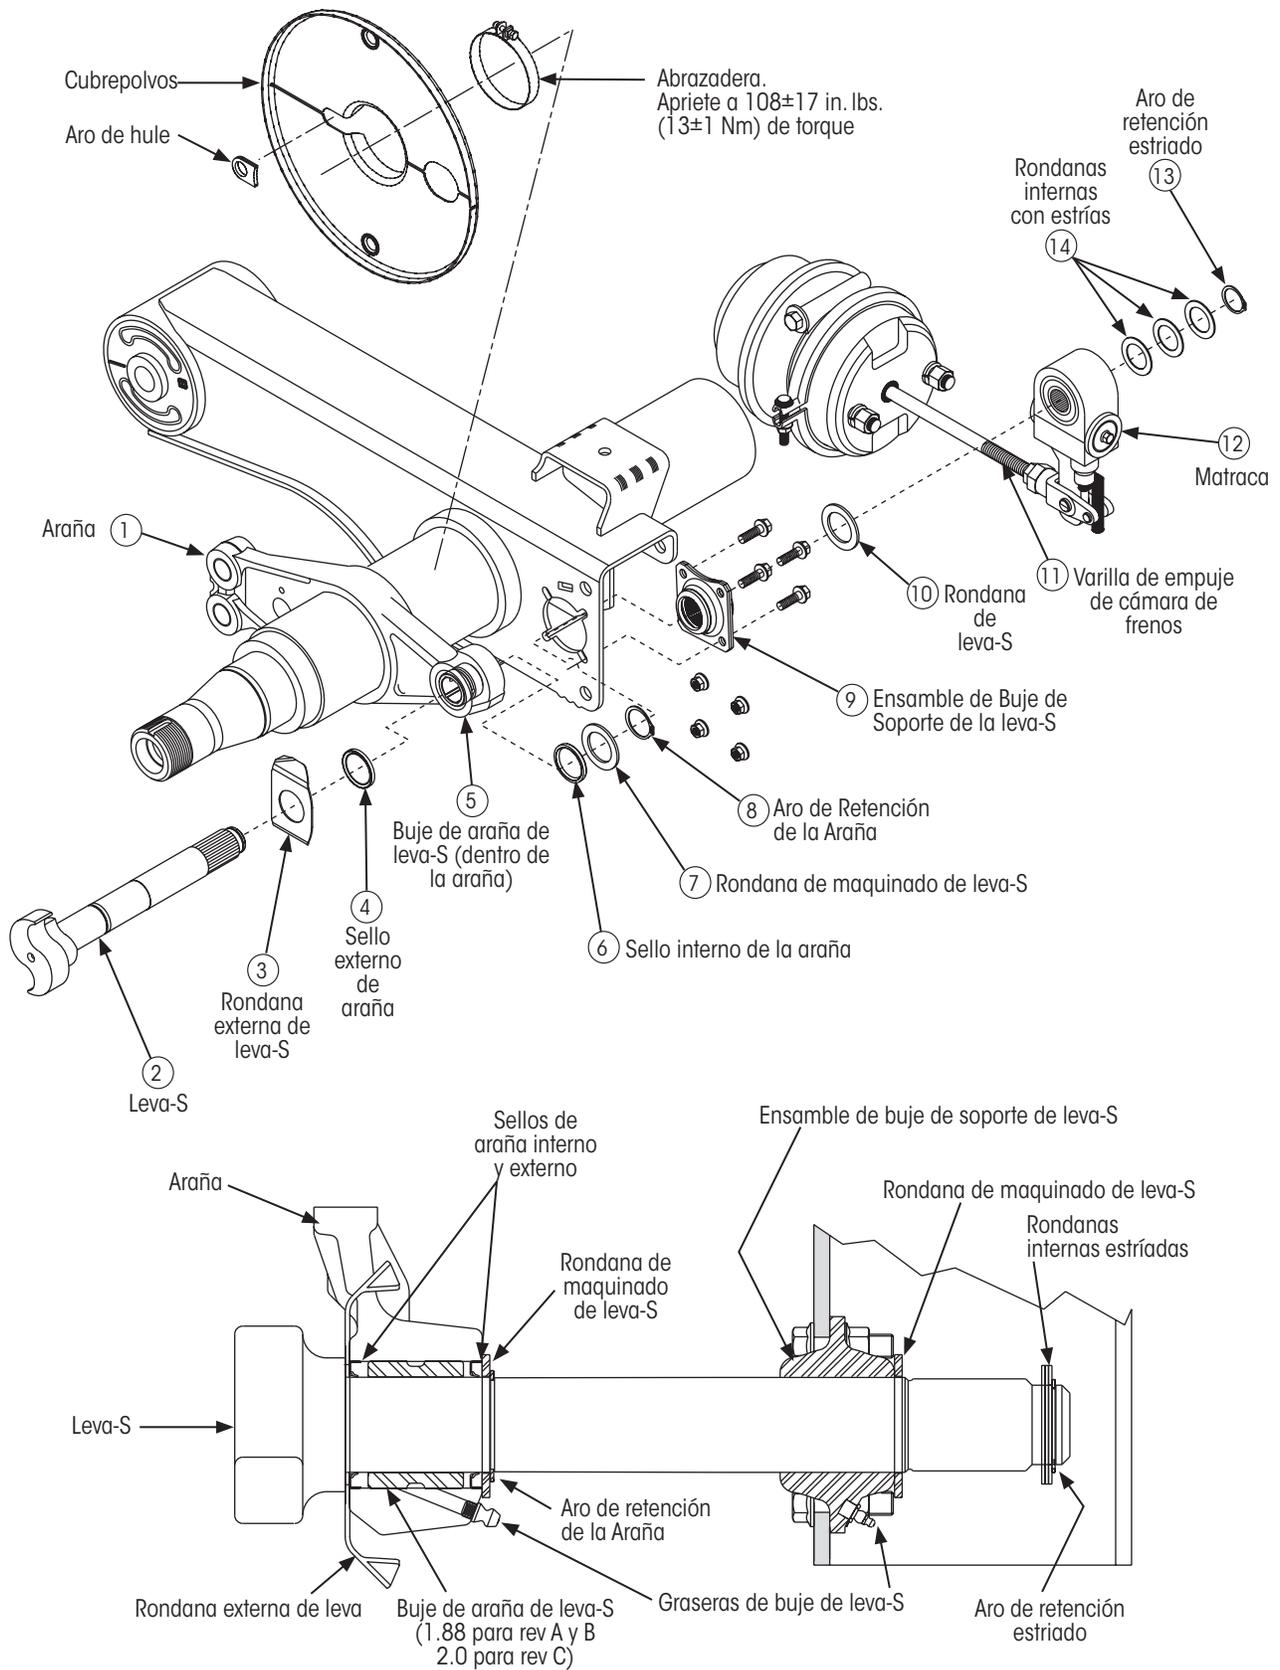
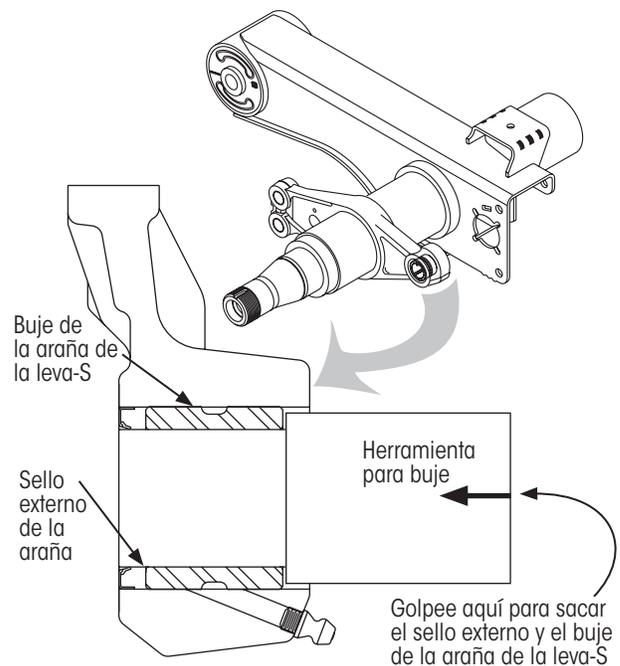

Figura 10: AA230T Identificación de partes de niveles de revisión de suspensión A, B y C
Figura 11: Remoción del buje y el sello externo de la araña de la leva-S
Consulte la Figura 10 para identificación de partes.
2. Usando unas pinzas para aro de retención, **remueva** el aro de retención estriado (clave 13, Figura 10).
3. **Remueva** los rondanas internas estriadas (clave 14, Figura 10).
4. **Desconecte** la varilla de empuje de la cámara de frenos (clave 11, Figura 10) de la matraca (clave 12, Figura 10) removiendo la chaveta y el perno del soporte de la matraca. **NO** ajuste o remueva la tuerca de seguridad de la varilla de empuje en este momento.
5. **Retraiga** el brazo(s) de control de la matraca de la horquilla. Consulte la sección **RETRACCIÓN DE LAS ZAPATAS DE FRENO O EL BRAZO(S) DE CONTROL DE LA MATRACA** en la página 28 para detalles completos de cómo retraer la matraca.
7. **Remueva** la rondana del maquinado de la leva-S (clave 10, Figura 10).
9. **Apoye** la leva-S para quitar tensión del aro de retención de la araña. Utilizando unas pinzas, **abra con cuidado** el aro de retención de la araña (clave 8, Figura 10) y **remuévalo** de la ranura de la leva-S (clave 2, Figura 10).
10. **Remueva parcialmente** la leva-S estirándola por la cabeza. **Jale** la leva-S hacia afuera del buje del soporte de la leva-S (clave 9, Figura 10) para que el aro de retención de la araña (clave 8, Figura 10) y la rondana de la leva-S (clave 7, Figura 10) puedan deslizarse hacia afuera por el lado de las estrías de la leva-S. Cuando el aro de retención de la araña y la rondana de la leva-S son removidos, termine removiendo la leva-S y la rondana externa de la leva (clave 3, Figura 10).
11. **Afloje y remueva** los cuatro tornillos que sujetan el ensamble del buje del soporte de la leva-S (clave 9, Figura 10) a la viga de la suspensión.
13. Utilizando un destornillador pequeño, **remueva con cuidado** el sello interno de la araña (clave 6, Figura 10) de la araña.
14. Utilizando una herramienta para buje (Figura 11) o punzón de sello, **inserte** el buje de la araña de la leva-S (clave 5, Figura 10) y el sello externo de la araña (clave 4, Figura 10) fuera de la araña.
4. **Cubra ligeramente** el diámetro interno del nuevo buje del soporte de la leva-S (clave 9, Figura 10) con grasa nueva (grasa EP NLGI #2).
5. **Instale** el nuevo ensamble de buje del soporte de la leva-S (clave 9, Figura 10) con los cuatro tornillos y tuercas de sujeción nuevos. Solamente **apriete a mano** los cuatro tornillos y tuercas de sujeción en este momento.
8. **Instale** los nuevos sellos interno y externo de la graseira de la araña (claves 4 y 6, Figura 10) en cada lado del buje de la araña.
1. **Deslice** la rondana externa de la leva-S (clave 3, Figura 10), como se muestra en la Figura 10, en la nueva leva-S hasta que haga contacto con la cabeza de la leva-S.
2. **Instale** la nueva leva-S (primero las estrías) a través de los bujes de la araña. Pare antes de que las estrías alcancen el ensamble del buje del soporte de la leva-S (clave 9, Figura 10) para que la rondana de la leva-S (clave 7, Figura 10) y el aro de retención de la araña (clave 8, Figura 10) puedan ser instaladas en el extremo de la leva-S.
3. **Deslice** la rondana de la leva-S (clave 7, Figura 10) en la leva-S y colóquela contra la araña.
4. Usando unas pinzas para aro de retención, **abra** el aro de retención de la araña (clave 8, Figura 10) y **deslícela** hasta el extremo de la leva-S.
5. **Empuje** la leva-S hasta el tope a través del buje del soporte de la leva-S (clave 9, Figura 10) hasta que tope contra la araña.
6. **Asegure** el aro de retención de la araña (clave 8, Figura 10) en la ranura de la leva-S.
9. **Instale** la rondana de la leva-S (clave 10, Figura 10).
11. **Consulte** INSTALACIÓN DE MATRACA EN LA LEVA-S en la página 27 para instalar la matraca (clave 12, Figura 10). **Consulte** Figura 10 en página 10 para ubicar la rondana interna con estrías (clave 14, Figura 10) y el aro de retención estriado (clave 13, Figura 10).
Lubrique las graseras de los bujes de la araña y del buje de soporte de leva-S mensualmente (claves 5 y 9, Figura 10). Utilice lubricante EP NLGI #2. Consulte L578 Guía de Mantenimiento Preventivo para más detalles.
Estos procedimientos se aplican al nivel de revisión "C" AA230T (Tabla 3 en la página 8 y Figura 10 en la página 10). Similar a las versiones actuales de INTRAAX®, pero sin tubo de leva.
2. Con unas pinzas para seguro, **remueva** el aro de retención estriado (clave 13, Figura 10).
3. **Remueva** las rondanas internas estriadas (clave 14, Figura 10).
5. **Retraiga** el brazo(s) de control de la matraca del soporte. Consulte RETRACCIÓN DE LAS ZAPATAS DE FRENO O EL BRAZO(S) DE CONTROL DE LA MATRACA en la página 28 para detalles completos de cómo retraer la matraca. Con el brazo(s) retraídos del soporte, remueva la matraca de la leva-S.
6. **Remueva** la rondana de la leva-S (clave 10, Figura 10).
1. **Apoye** la leva-S para quitar tensión del aro de retención de la araña. Usando las pinzas, **abra con cuidado** el aro de retención de la araña (clave 8, Figura 10) y **remuévala** de la ranura de la leva-S (clave 2, Figura 10).
2. **Remueva parcialmente** la leva-S jalándola por la cabeza. **Jale** la leva-S hacia afuera del buje del soporte de la leva-S (clave 9, Figura 10) para que el aro de retención de la araña (clave 8, Figura 10) y la rondana de la leva-S (clave 7, Figura 10) puedan ser deslizadas por el lado estríado de la leva-S.